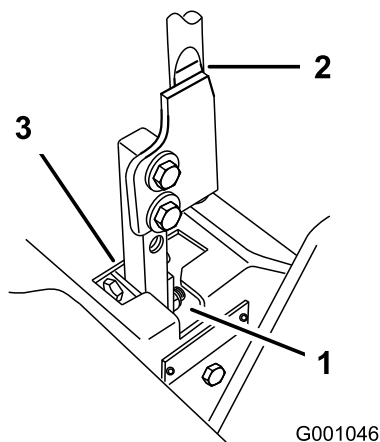

Figura 76
5. Mettete la leva in folle, senza bloccarla (Figura 76).
6. Tirate indietro la leva finché il perno con testa (sul braccio sottostante l'albero di articolazione) non tocca l'estremità della tacca (inizia a premere sulla molla) (Figura 76).
7. Controllate dove la leva di comando corrisponde alla tacca nella console (Figura 76). Dev'essere al centro e consentire lo spostamento della leva verso l'esterno, in posizione di bloccaggio in folle.